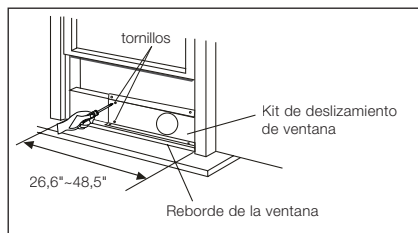
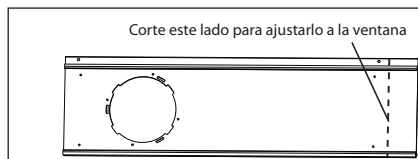
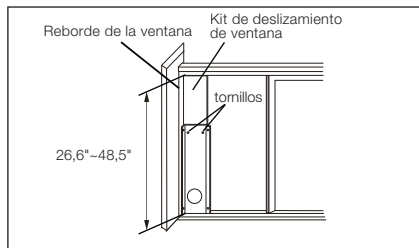

Fig. 13
Fig. 14
Fig. 19
2. Abra la ventana de guillotina y coloque el kit de deslizamiento de la ventana en el reborde (Fig. 13). Acople el kit de deslizamiento de ventana al reborde. Ajuste la longitud del kit de deslizamiento en función del ancho de la ventana. Atornille los dos tornillos al
kit de deslizamiento de ventana. Consulte la fig. 13. Corte el kit de deslizamiento de ventana ajustable si el ancho de esta es inferior a 67,56 cm (Fig. 14).
2. Abra la ventana de guillotina y coloque el kit de deslizamiento de la ventana en el reborde. Consulte la fig. 19. Acople el kit de deslizamiento de ventana al reborde. Ajuste la longitud del kit de deslizamiento en función de la altura de la ventana. Atornille los dos tornillos al kit de deslizamiento de ventana. Consulte la fig. 19. Corte el kit de deslizamiento de ventana ajustable si la altura de esta es inferior a 67,56 cm (Fig. 14).